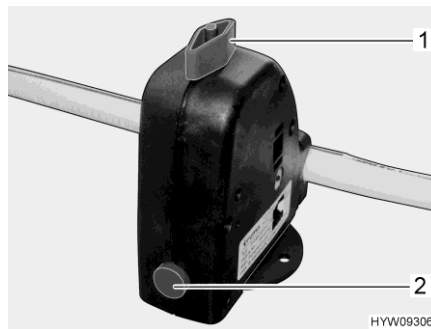

Bild 156 Säkerhets-/avtappningsventil (varmvattenberedare)
Varmvattenberedaren är utrustad med en säkerhets-/avtappningsventil (Bild 156). Säkerhets-/avtappningsventilen gör så att vattnet i varmvattenberedaren inte kallnar när det är frost och värmen inte är påslagen.
- Stäng säkerhets-/avtappningsventilen. Ställ vredet (Bild 156,1) diagonalt mot säkerhets-/avtappningsventilen och tryck in tryckknappen (Bild 156,2).
- Öppna säkerhets-/avtappningsventil. Vrid då vredet (Bild 156,1) mot säkerhets-/avtappningsventilen. Tryckknappen (Bild 156,2) skjuts ut. Nu töms varmvattenberedaren via säkerhets-/avtappningsventilen utomhus.